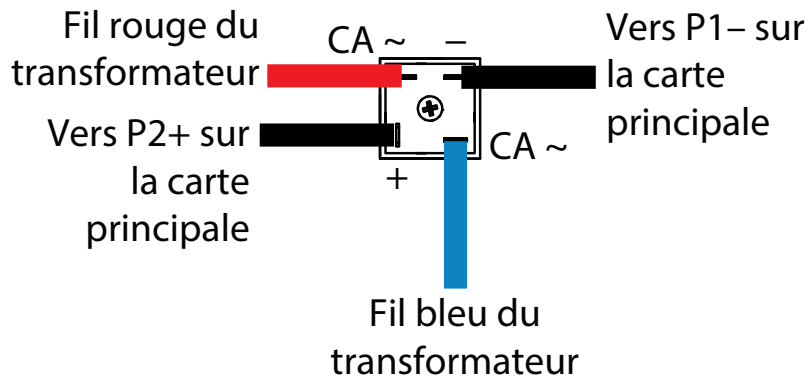

Figure 4 Gros plan du redresseur en pont
5. Débrancher les câbles d'alimentation CA du redresseur en pont vers la carte principale. Voir Figure 4.